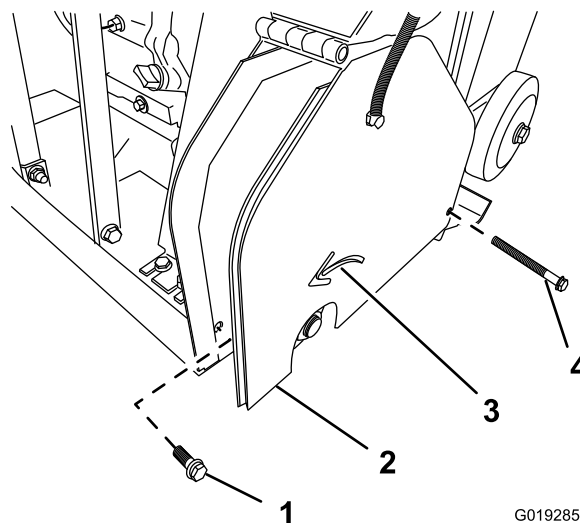

Figure 32
- A. Avec une des clés de la machine, déposez le boulon et les rondelles avant, situés à l'intérieur du protège-courroie, qui fixent ce dernier à la base de la machine (Figure 32).
- B. Soutenez le protège-courroie et déposez le boulon et les rondelles arrière qui le fixent à la base. Déposez le protège-courroie (Figure 32).